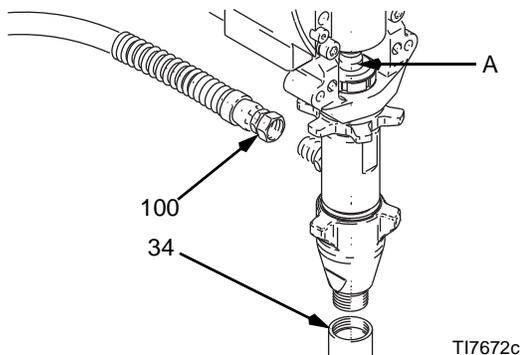

FIG. 15
3. FIG. 15. Haga funcionar la varilla del pistón de la bomba (A) hasta colocarlo en su posición más baja.
4. FIG. 15. Retire el tubo de aspiración (34) y la manguera (100).